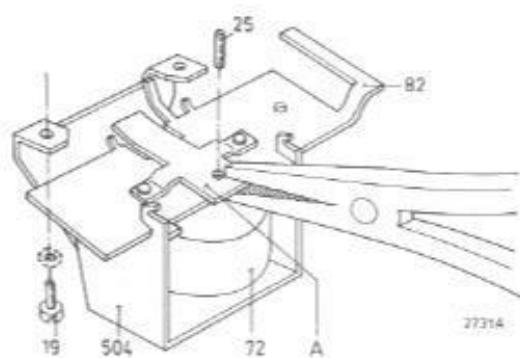

Fig. 8
A. Hoogte-instelling van de opneem/weergeefkop 57 rechterzijde (Fig. 8)
V. INSTELLING VAN DE AUTOMATISCHE AFSLAG (Fig. 8,9)
A. Bij weergeven, zie fig. 8